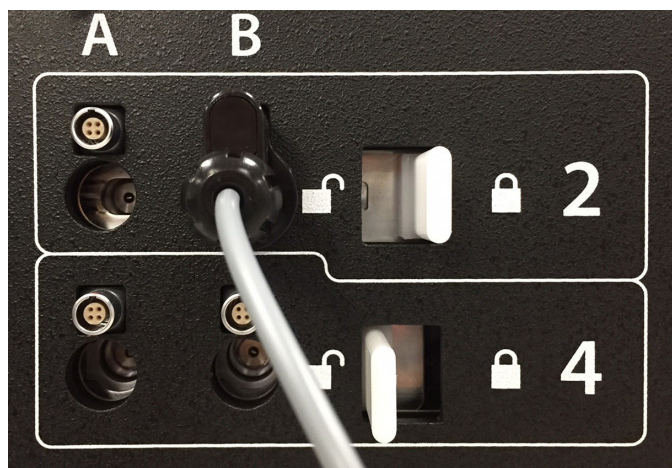

Figure 14. Verrouillage de l'aiguille dans le canal
5. Après avoir inséré une ou plusieurs aiguilles dans le canal approprié, verrouillez le canal en faisant glisser la barre de verrouillage à l'opposé du centre du système (Figure 14).